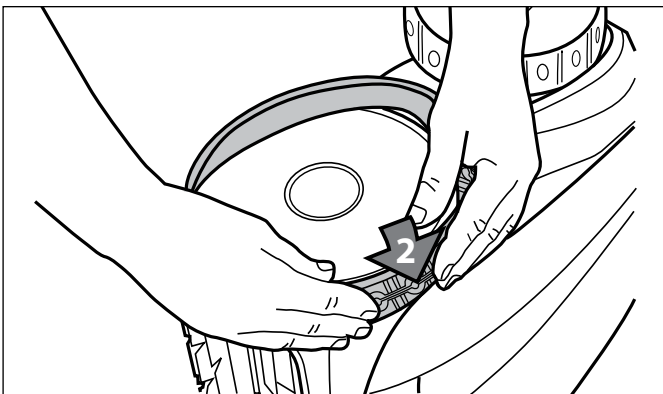

Figura 38. Empiece en un lado del neumático
4. Presione uno de los lados del neumático en la rueda y ajuste el borde del neumático en la rueda (Figura 38).